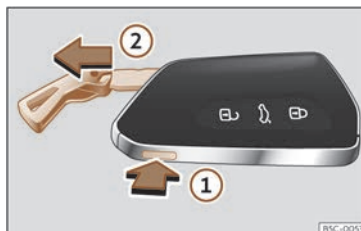

Fig. 79 Clau del vehicle: extreure l'espasí.
• Premeu el botó >>> **fig. 79 1** per fer sortir l'argolla a manera de clauer i poder extreure l'espasí **2**. Si premeu lleugerament sobre l'argolla, aquesta es quedarà fixa a manera de clauer.
• Premeu el botó >>> **fig. 79 1** per desbloquejar. Premeu el botó **1** i al mateix temps estireu l'argolla en la direcció de la fletxa >>> **fig. 79 2** per extreure completament l'espasí.